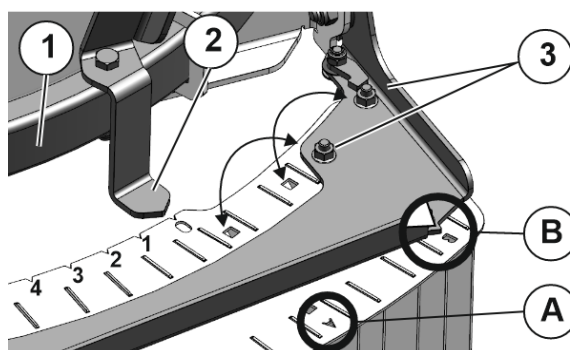

Рис. 56
2. Передвинуть блок пластин по направляющей дуге (Рис. 56/1) так, чтобы указатель (Рис. 56/2) был установлен на настроечное значение из таблицы распределения.